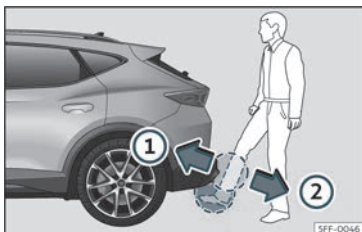

Fig. 80 Porta del maleter amb obertura controlada per sensor (Easy Open).
- Amb un moviment ràpid, apropau un peu i la part inferior de la cama al para-xocs tant com pugueu. La part inferior de la cama ha d'acostar-se a la zona del sensor superior, i el peu, a la zona del sensor inferior >>> fig. 80 ①.
- Traieu ràpidament el peu i la part inferior de la cama de les zones dels sensors >>> fig. 80 ②. La porta posterior s'obre automàticament.